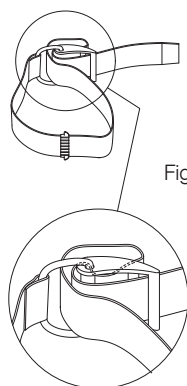
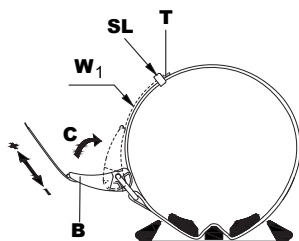

Fig. 2-4
Fig. 2-7
1. Ruotare la fibbia fino a quando non scatta in posizione aperta. Far scorrere la cinghia attorno alla fibbia di plastica come mostrato in figura (Fig. 2-4), bagnare la cinghia prima di bloccarla in posizione sul serbatoio e regolare la lunghezza (Fig. 2-7).